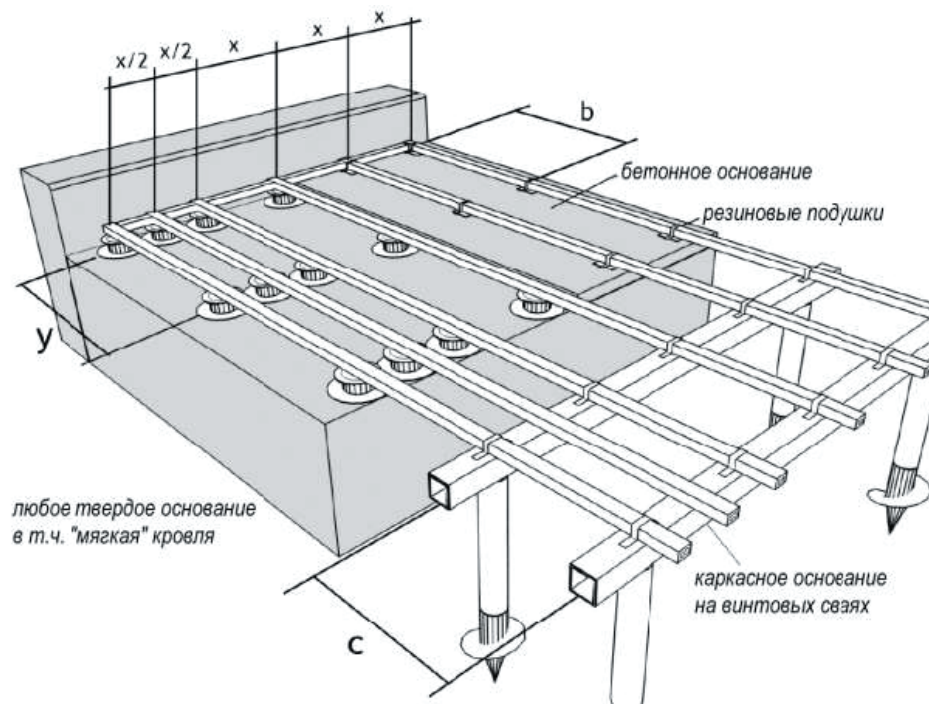

Рисунок 6
Для установки каркасного основания, способного нести существенную нагрузку (от 1000 кг/м2), рекомендуется использовать металлическую квадратную трубу размером не менее 80x80 мм, либо деревянный брус не менее 100x100 мм. Расстояние между несущими ригелями «С» (Рисунок 6) не должно превышать 400 мм при применении монтажных лаг из древесно-полимерного композита.
**ВАЖНО!** При любом виде основания, кроме регулируемых опор, монтаж лаги необходимо осуществлять с использованием оцинкованной перфорированной металлической ленты (Рисунок 6). Крепежные элементы должны располагаться таким образом, чтобы после монтажа профилей из ДПК монтажные лаги могли беспрепятственно расширяться.